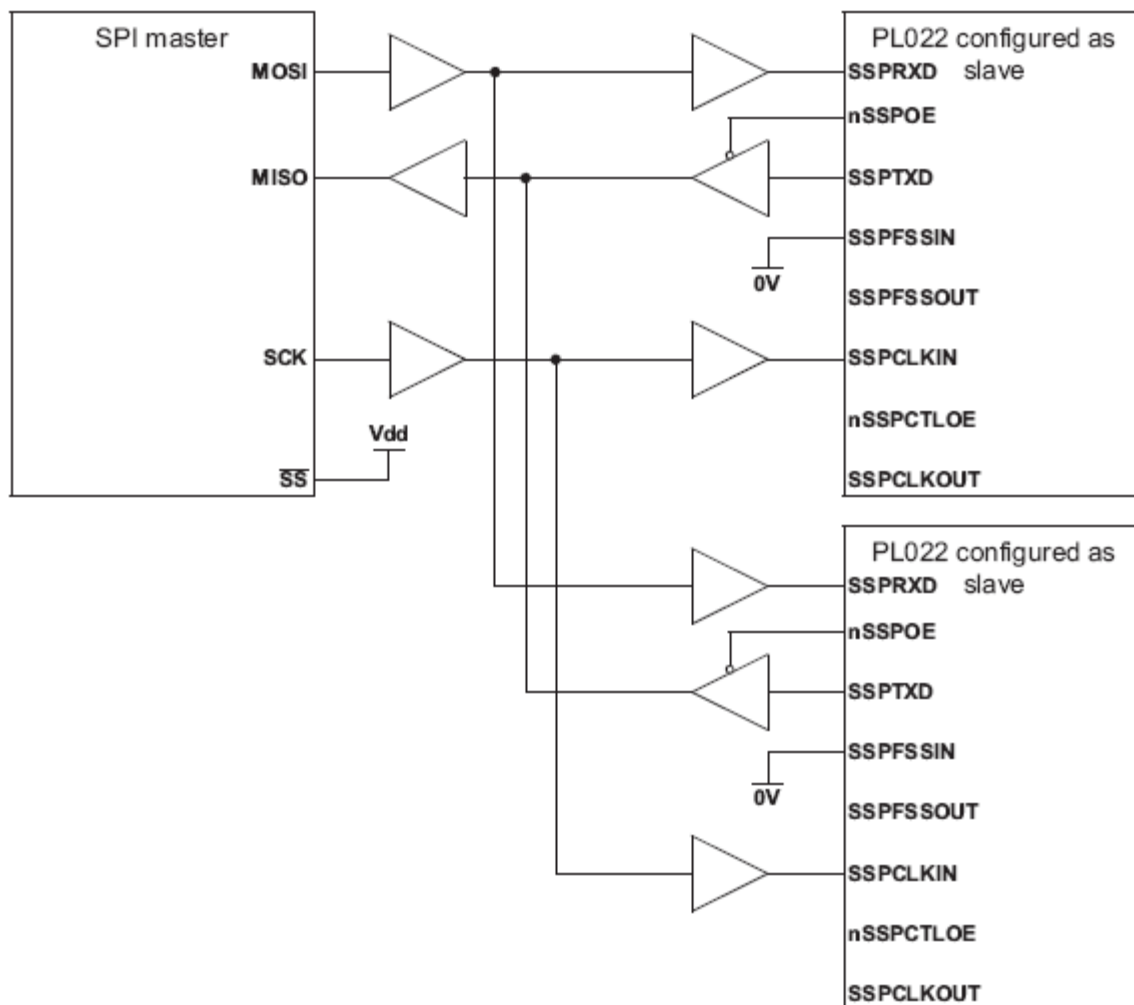

Рисунок 110 – Ведущее устройство, протокол SPI, подключено к двум ведомым модулям SSP
Рисунок 110 показывает ведущее устройство, поддерживающее протокол SPI фирмы Motorola, соединенное с двумя модулями SSP, сконфигурированными для работы в ведомом режиме. Линия Slave Select (SS) ведущего устройства в этом случае установлена в высокий логический уровень. Ведущее устройство осуществляет передачу данных по линии MOSI циркулярно в адрес двух ведомых модулей.